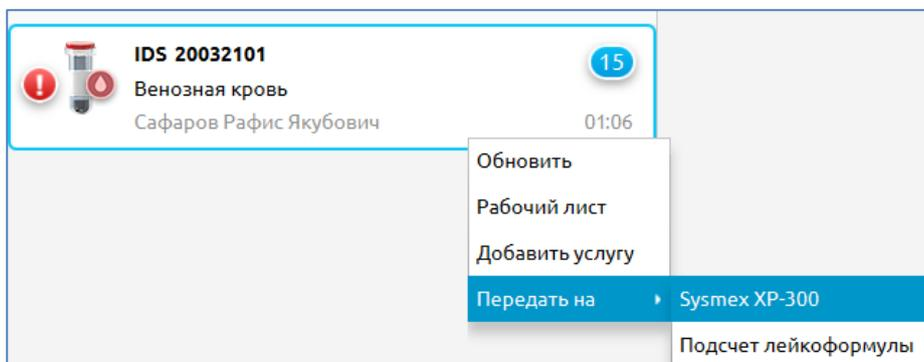
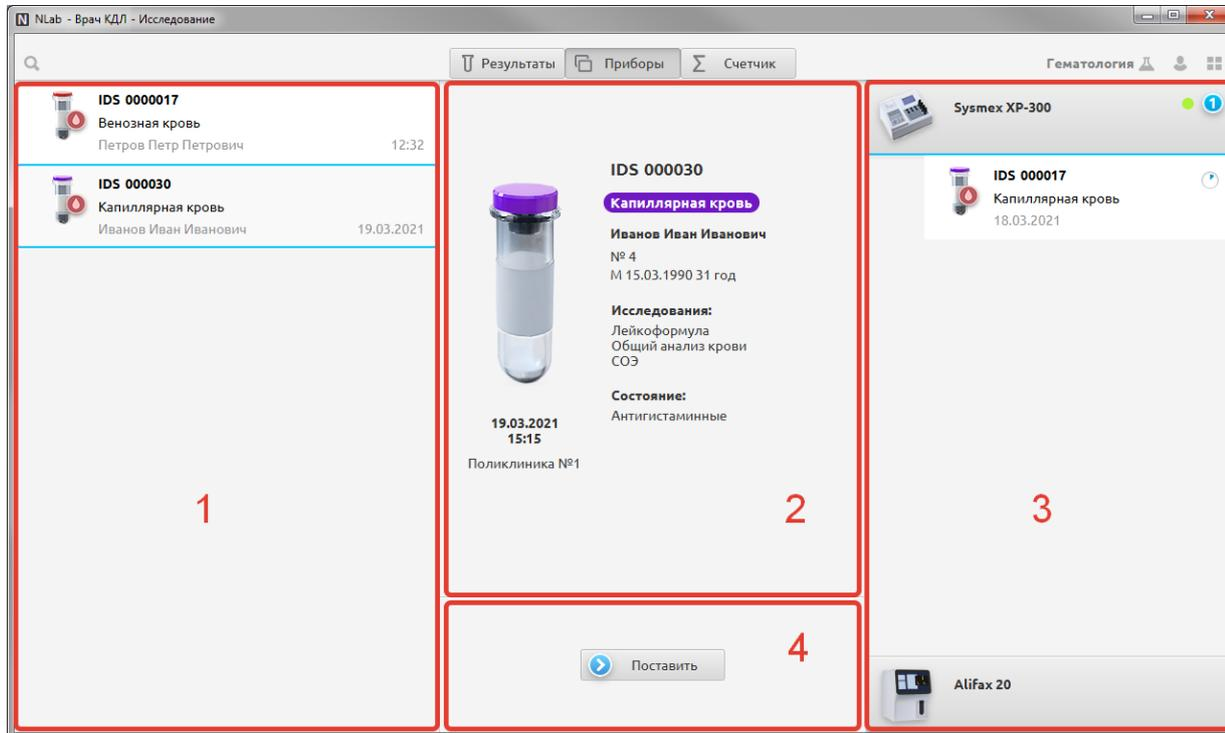
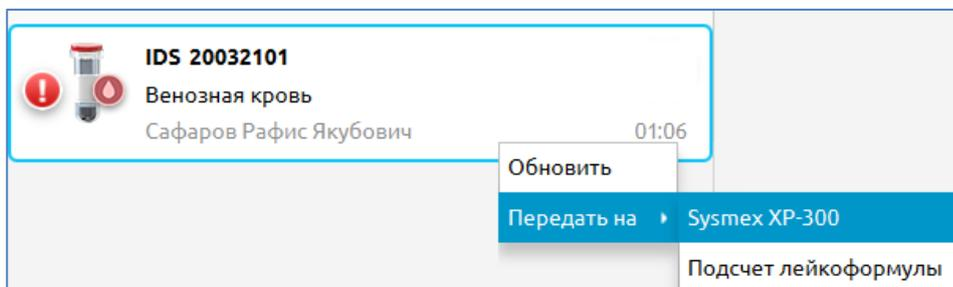

Рис. 41
Рис. 46
Рис. 50
Если для тестов настроена автоматическая постановка в анализатор – происходит внесистемная манипуляция постановки биоматериала в анализатор. В подразделе «Приборы» под названием анализатора в правом блоке (№4 на Рис. 46) отображается список биоматериалов и состояние биоматериала.
Если в отделе используется ручная маршрутизация биоматериалов - необходимо переместить нужную пробирку на прибор. Это можно сделать в данном подразделе (Рис. 41), а также в подразделе «Приборы» (Рис. 50). Выберите пробирку в левом блоке (допускается множественный выбор), нажмите правую кнопку мыши и в контекстном меню выберите прибор, на который будет выполняться постановка.
Основной экран раздела «Исследование» (с открытым подразделом «Приборы») показан на Рис. 46.
1. Левый блок (№1 на Рис. 46) – отображает список биоматериалов, которые поступили в отдел или рабочее место сотрудника лаборатории и не были отправлены ни на один прибор автоматически.
2. Центральный верхний блок (№2 на Рис. 46) - отображает подробную информацию о выбранном биоматериале.
3. Правый блок (№3 на Рис. 46) – отображает список лабораторного оборудования в выбранном отделе лаборатории, которое подключено к лабораторной системе, и список проб, которые числятся в работе за определенным прибором.
4. Центральный нижний блок (№4 на Рис. 46) – отображаются кнопки «Поставить» (для постановки пробы на прибор) или «Снять» (для снятия пробы с прибора). Название кнопки меняется в зависимости от состояния пробы.
Если для тестов настроена автоматическая постановка в анализатор – происходит внесистемная манипуляция постановки биоматериала в анализатор. Под названием прибора в правом блоке (№4 на Рис. 46) отображается список биоматериалов и состояние биоматериала.
Если в отделе используется ручная маршрутизация биоматериалов - необходимо переместить нужную пробирку на прибор. Это можно сделать в данном подразделе (Рис. 50), а также в подразделе «Результаты» (Рис. 41). Выберите пробирку в левом блоке (допускается множественный выбор), нажмите правую кнопку мыши и в контекстном меню выберите прибор, на который будет выполняться постановка. Также можно выбрать пробирку в левом блоке и нажать кнопку «Поставить», расположенную в центральном нижнем блоке (№3 на Рис. 46).